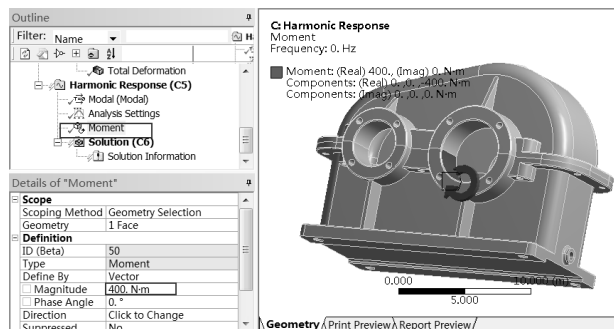

图 7-49 数值设定
Step5: 如图 7-49 所示, 选择 Moment 选项, 默认也将齿轮箱选中, 在 Details of “Moment” 面板的 Scope Geometry 栏中选择大齿轮位置内侧面, 在 Magnitude 栏中输入 $400\text{N} \cdot \text{m}$, 完成力矩的设置。